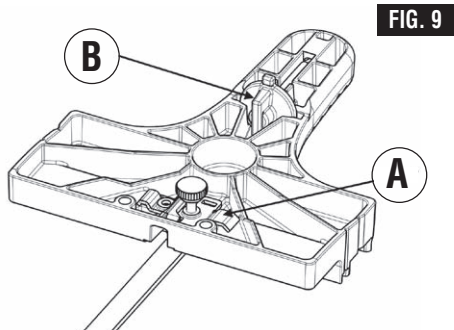

FIG. 9
Le kit d'accessoires JA1010 est utilisé pour effectuer des coupes droites et circulaires rapides et précises. Il comprend le guide, deux brides de fixation pour l'attacher à la scie sauteuse (A) et une cheville centrale pour guider les coupes circulaires (B). Les brides de fixation et la cheville centrale peuvent être rangées sur le guide (Fig. 9).